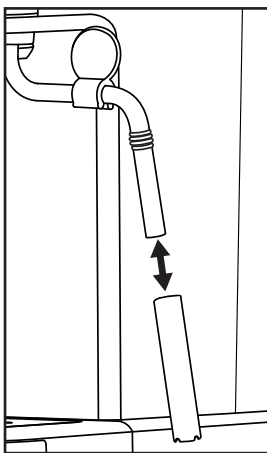

Figura 3
- 5) Retire a capa do espumador de leite 10 (figura 3) e limpe-a cuidadosamente com água quente.
- 7) Coloque novamente a capa sobre o bocal (figura 3).